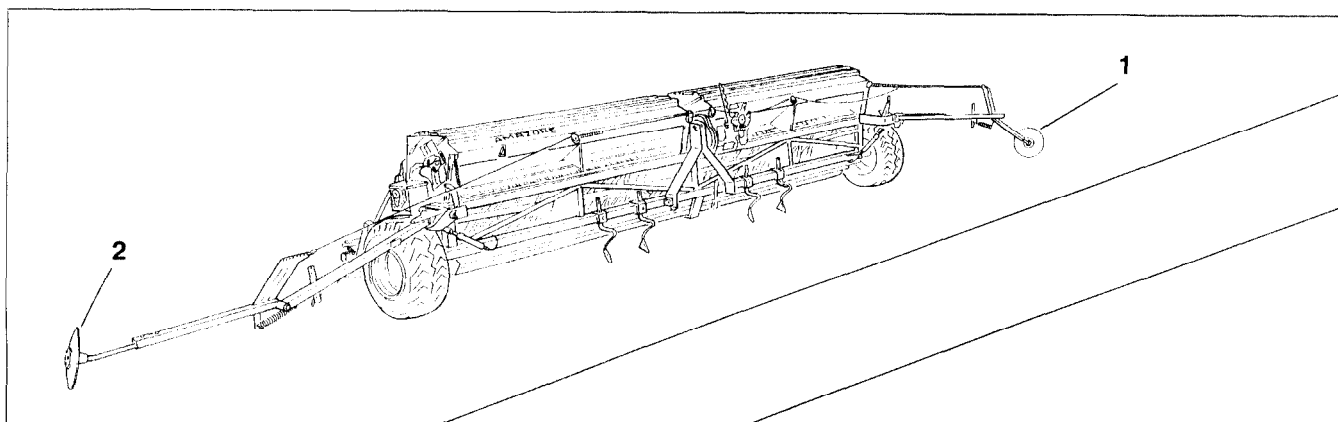
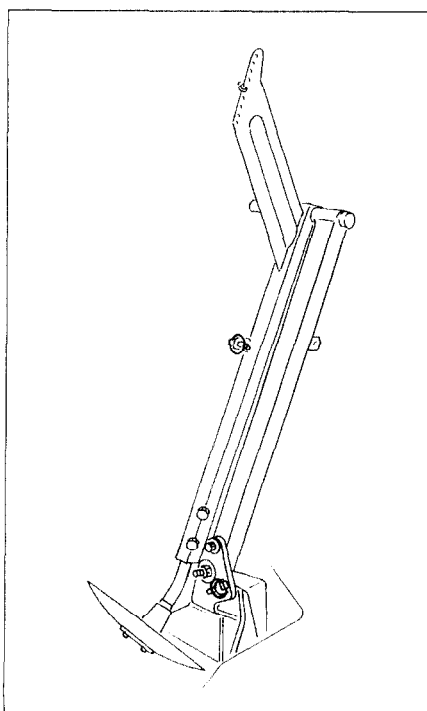

Fig. 10.1
Fig. 10.3
Le semoir est fourni avec deux disques traceurs (fig. 10.1) permettant de **marquer une voie axiale au tracteur**. Après avoir manœuvré en bout de champ, le tracteur avance dans le passage suivant dans l'axe de la trace marquée à l'aller par le traceur.
Le marquage s'effectue lors du semis à l'aide d'un traceur à disque (fig. 10.1/1). Le deuxième disque (fig. 10.1/2) est pendant ce temps en position relevée et ne se met en position de travail qu'en fin de manœuvre en bout de champ.
- être abaissé de sa position de transport (fig. 10.3) en position de travail (fig. 10.1) et vice-versa ou